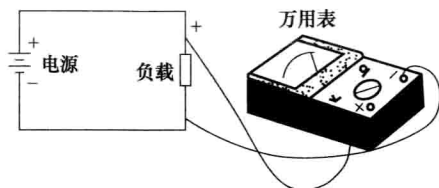

图 1-4 万用表的接法
① 在测量前,应首先明确所测的电压是直流电压还是交流电压,正确选择挡位。如果测量直流电压,要将万用表的选择开关对准直流电压挡。如果测量交流电压,要将万用表的选择开关对准交流电压挡。
② 测量前,若不知该电路中电压的大小,量程选择要宁大勿小,应从万用表电压挡的最大量程开始测量,防止因电压太高打坏表头。
③ 万用表电压挡的特点是内阻很大,所以测量电路某两点间的电压时,应将万用表和被测量电路的该两点并联。测量直流电压时,万用表的正极红表笔应和电路中电压的正极相接,负极黑表笔应和电路的负极相接,不能接反,如图 1-4 所示。测量交流电压时则不分正、负极。
④ 在使用万用表测量电压时,一定要注意选择开关的位置,严禁把选择开关放在电流挡或欧姆挡的位置,否则极易将表损坏。